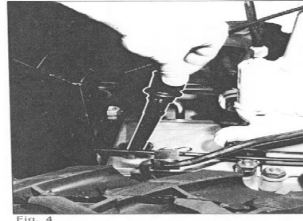

Fig. 4
- Check gearkasse olien på same måde (fig.4).